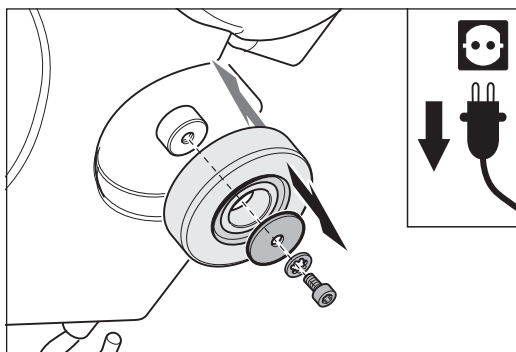
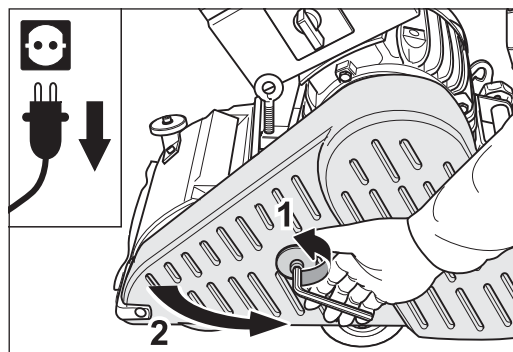

Abb. 84 Die Schraube mit den Scheiben in der Mitte des Rads entfernen und das Seitenrad abnehmen. Der Zusammenbau erfolgt in umgekehrter Reihenfolge.
Abb. 85 **Den Netzstecker aus der Steckdose ziehen** und den Riemenchutz öffnen.
- 4 Lösen Sie die Schraube in der Mitte des Seitenrads und entfernen Sie die Schraube und die Scheiben (Abb. 84). Vor dem Ausbau des **linken** Seitenrads muss der Riemenchutz geöffnet werden (Abb. 85).
- 3 Öffnen Sie den Riemenschutz (Abb. 85).